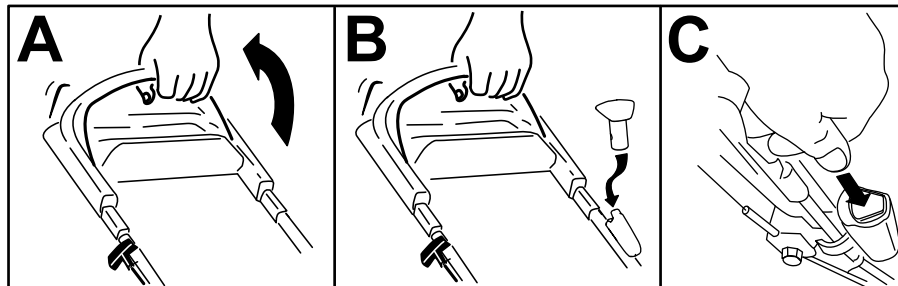

Figure 14
1. Maintenez la barre de commande de la lame contre le guidon (A de Figure 14).
Remarque: Si vous avez retiré le bouton de démarrage électrique, insérez-le dans le démarreur électrique (B de Figure 14).
2. Appuyez sur le bouton de démarrage électrique jusqu'à ce que le moteur démarre (C de Figure 14).